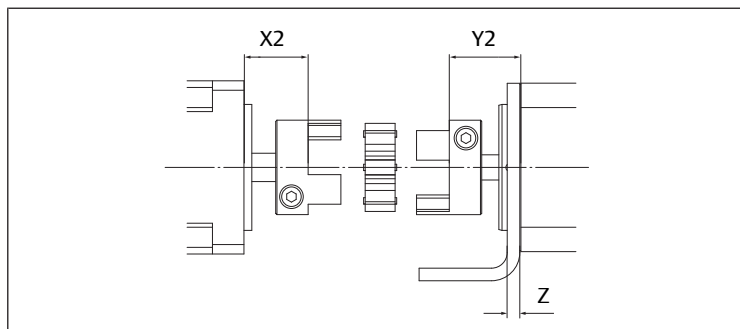

Fig. 13: Indici di posizione per giunto con fissaggio a piedini
- Per giunto con fissaggio a piedini. Vedere → Fig. 13 e → Tab. 5.
3. Avvitare le viti (12).